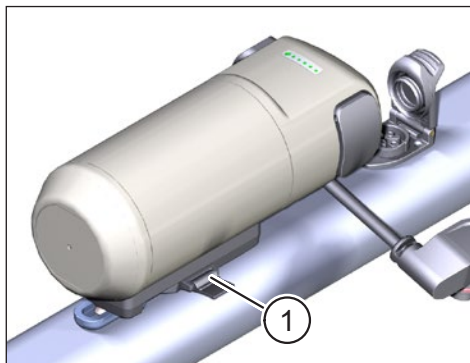

Abb. 6: FIDLOCK® System verriegelt
- Drücken Sie die Verriegelungslasche bis zum Anschlag hinein (siehe Pos. 1 in Abb. 6), um das Range Extender fest zu fixieren.